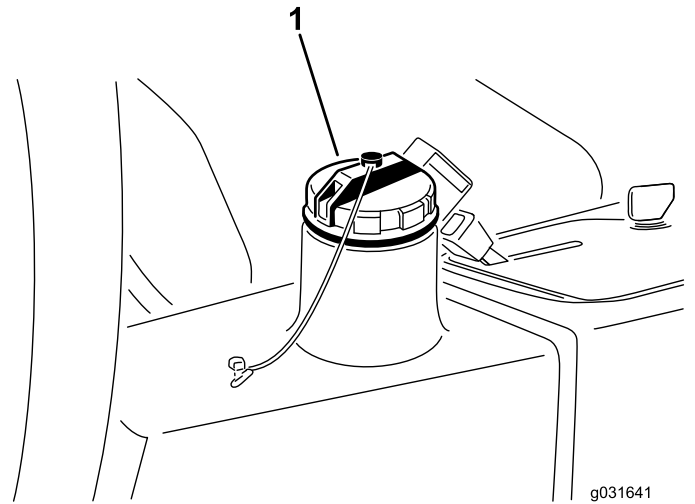

图 64
4. 向液压油箱图 64 注入约 13.2L 液压油请参阅 检查液压系统 (页码 42)。